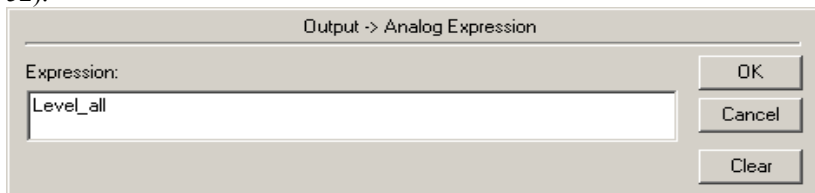

Рис. 52. Диалог настройки вывода на экран аналогового значения.
- **Аналоговое** - выводит аналоговое значение выражения (рис. 52).